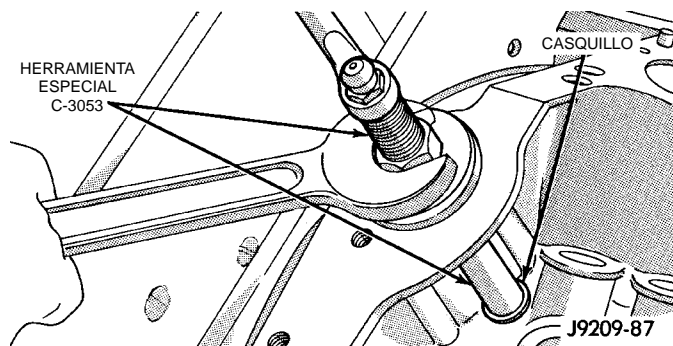

Fig. 35 Bruñido del casquillo del eje de transmisión del distribuidor
(3) Al extraer el bruñidor a través del casquillo, la herramienta lo expande hasta afirmarlo en el bloque y lo pule hasta que alcance el tamaño correcto (Fig. 35). **NO** escarie este casquillo.